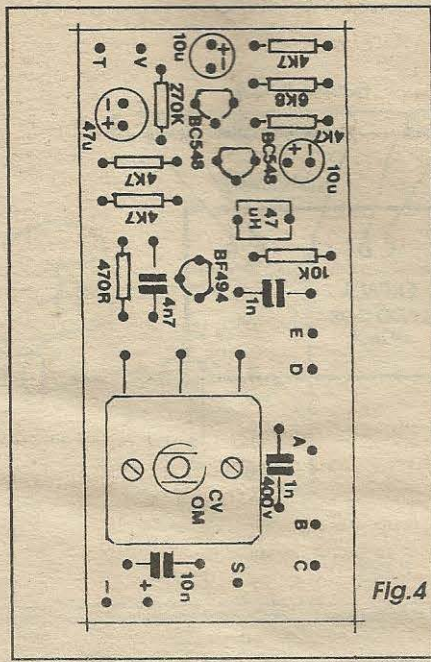

Fig. 4
- FIG. 4 - CHAPEADO DA MONTAGEM - Aqui em APE chamamos de *chapeado* à vista da face não cobreada da placa do impresso, já com a maioria dos componentes colocados, identificados pelos seus códigos, valores, polaridades, etc. Trata-se de uma norma de informação visual já mais do que aprovada por todos os leitores/hobbystas, e que facilita muito a montagem (mesmo para os iniciantes...). Observar a orientação obrigatória dos componentes polarizados, como os transistores (cuja referência posicional é dada pelo seu lado *chato*...) e os capacitores eletrolíticos (polaridade dos terminais marcada sobre o próprio *corpo* dos componentes, além da referência da *perna positiva* ser a *mais longa*...). Atenção aos valores de resistores e capacitores, recorrendo eventualmente ao TABELÃO APE, se persistirem dúvidas quanto a tais interpretações... Quanto ao capacitor variável para O.M., seus três terminais deverão receber pequenos prolon-